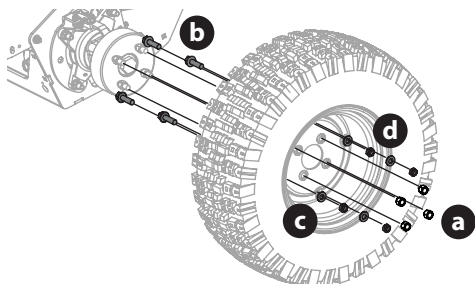

Fig. 53
3. Retire las cuatro tuercas (a) para desmontar la rueda interior (Fig. 53).
4. Si sustituye el neumático interior, retire los cuatro tornillos de cabeza hexagonal (b), las arandelas (c) y las contratuercas (d) que sujetan los tornillos de montaje del adaptador de rueda doble (Fig. 53).